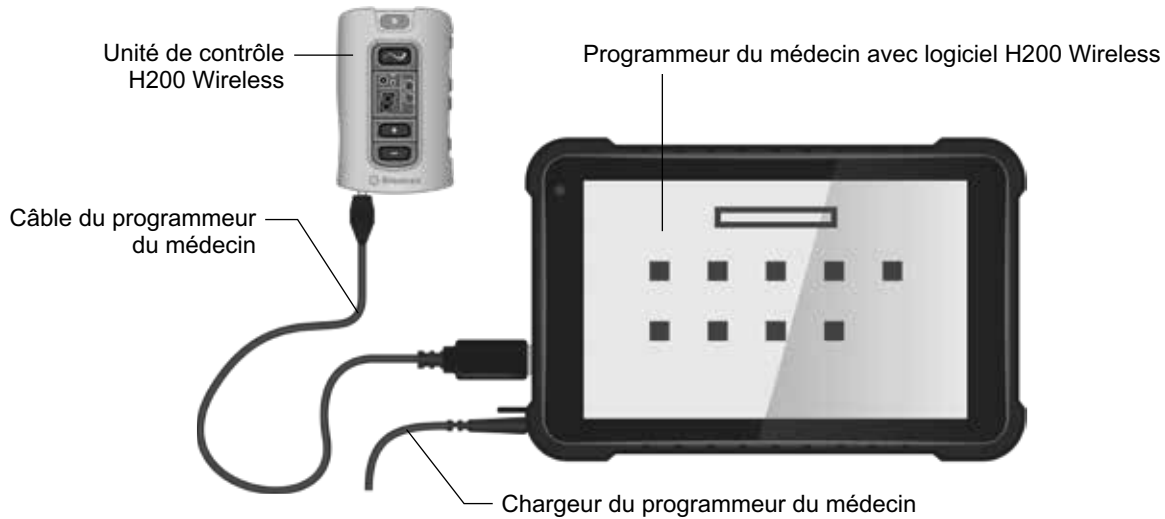

Figure 7-2 : Unité de contrôle H200 Wireless connectée au programmeur du médecin
2. Branchez le câble du programmeur du médecin au port d'entrée/de sortie du signal de l'unité de contrôle. Reportez-vous à la Figure 7-2.